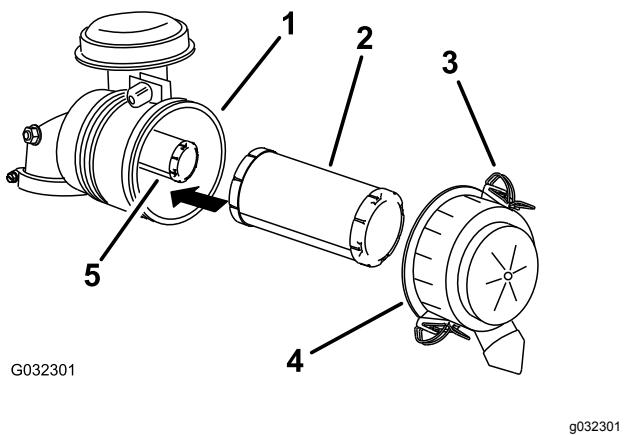

Figura 29
3. Abra los cierres del limpiador de aire y tire de la tapa de la entrada de aire para separarla del cuerpo del limpiador de aire (Figura 29).
5. Extraiga con cuidado el filtro primario de la carcasa del limpiador de aire (Figura 29).
2. Si va a cambiar el filtro de seguridad, deslícelo cuidadosamente en el cuerpo del filtro (Figura 29).
3. Deslice cuidadosamente el filtro primario por encima del filtro de seguridad (Figura 29).
4. Instale la tapa del limpiador de aire con el lado que lleva la palabra **up** hacia arriba, y fije los cierres (Figura 29).